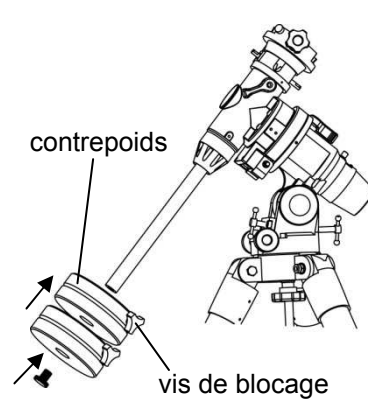

Fig. 5
- 1.4.3. Faites coulisser les contrepoids sur la barre jusqu'à mi-course puis serrez les vis de blocage des contrepoids (fig. 5).